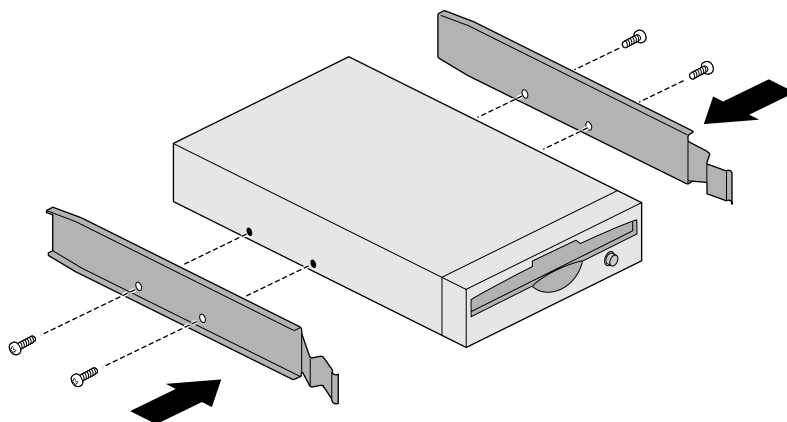

Figura 4-3 Fixando os sleds da unidade
7. Prenda os sleds nas laterais da unidade com os parafusos adequados, como mostrado na Figura 4-3. Os sleds permitem que a unidade fique bem segura no compartimento. Os vários orifícios nesse sled possibilitam que ele seja fixado a diferentes unidades.